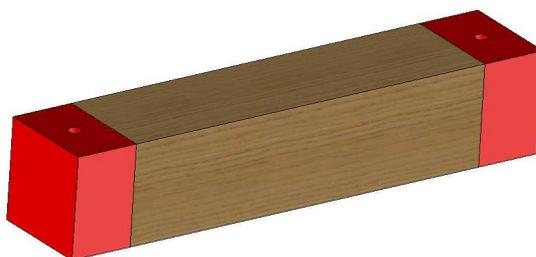

Figure 2 : Carrelet percé
- Percer les deux carrelets à la perceuse à colonne dans chaque partie martyre (Figure 2)